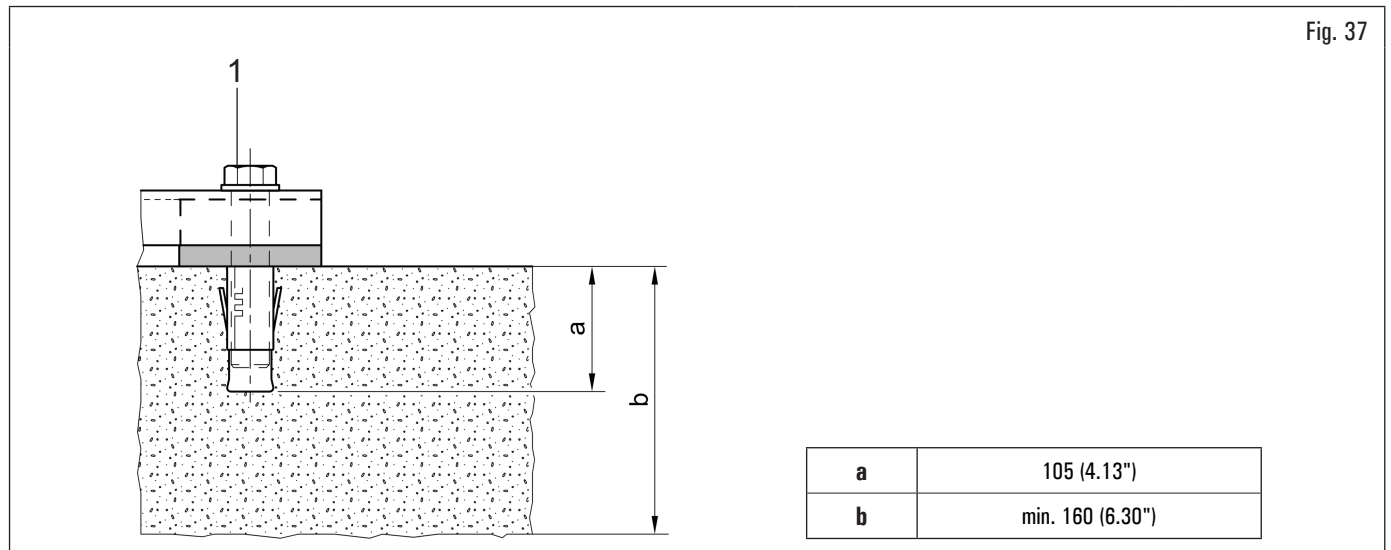

Fig. 37
L'apparecchiatura imballata è fissata al pallet di supporto per mezzo di fori sul telaio indicati in Fig. 37. Tali fori devono essere utilizzati anche per il fissaggio della stessa al pavimento, utilizzando ancoranti per calcestruzzo idonei (non inclusi). Prima del fissaggio al calcestruzzo, controllare che tutti i punti di ancoraggio siano in piano, livellati e in contatto con il pavimento. Se così non fosse, spessorare tra l'apparecchiatura e il pavimento, come indicato in Fig. 37.
- Per il fissaggio dell'apparecchiatura a terra, utilizzare bulloni e perni di ancoraggio (Fig. 37 rif. 1) aventi un gambo filettato M8 (UNC 5/16) di tipo adatto al pavimento sul quale verrà fissato lo smontagomme e in numero pari al numero dei fori di montaggio sul telaio di fondo;